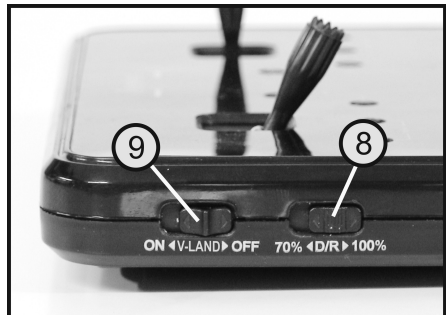

Bild 25
- 8 Dual-Rate-Schalter (siehe auch Bild 25)